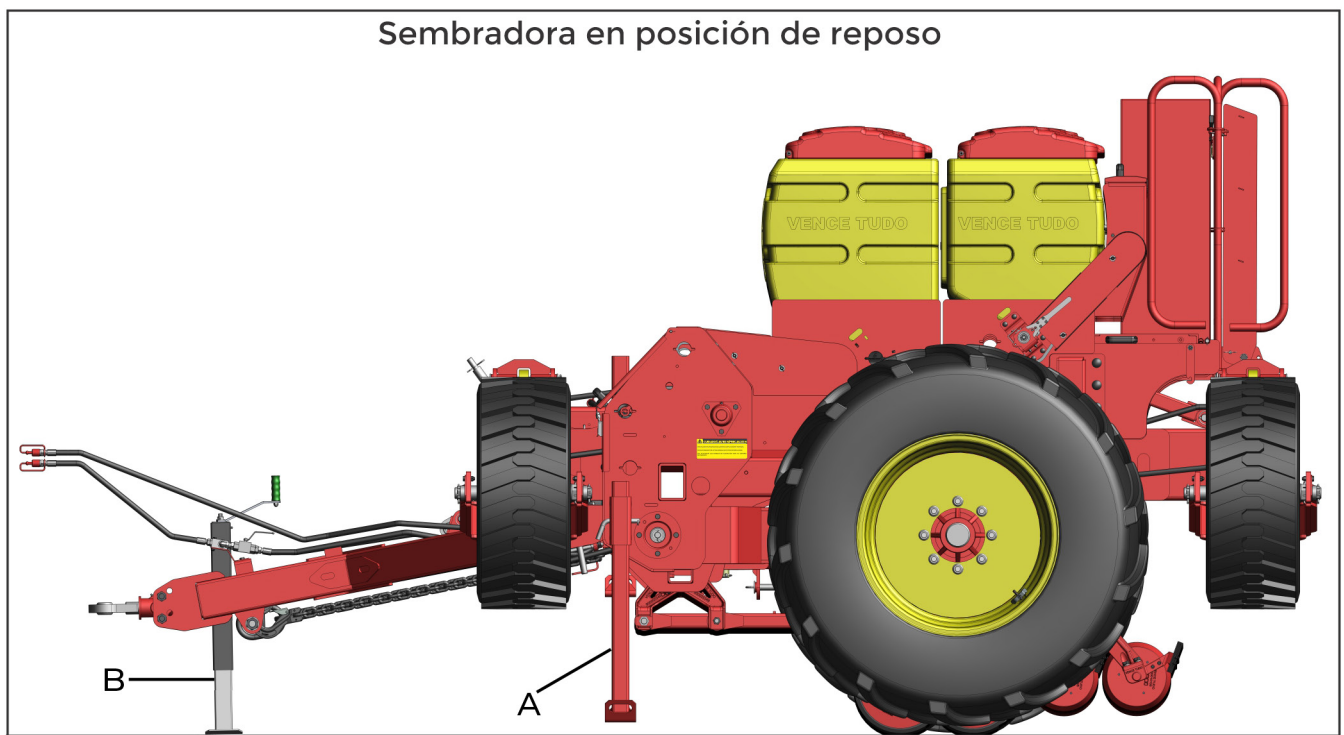

fig. 07
- Coloque el pie de apoyo (A) y el pie de apoyo auxiliar (B) en la posición de apoyo (fig. 07).